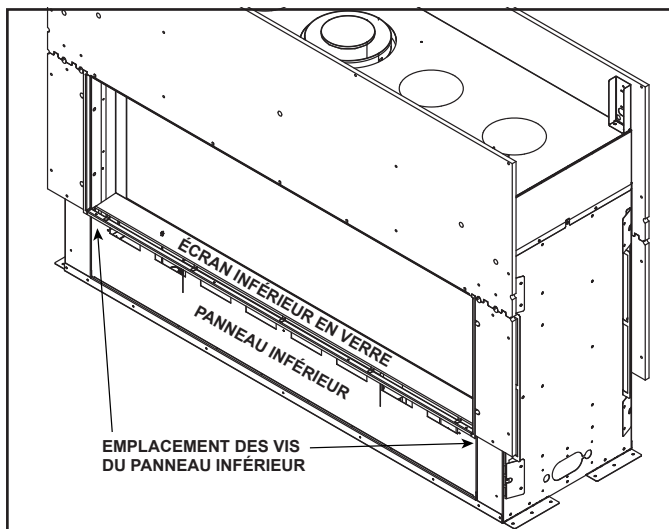

Figure 3.11 Emplacement du panneau inférieur
- Attendez cinq (5) minutes que les gaz potentiels se dissipent.
- Enlevez l'écran inférieur en verre de l'appareil, comme illustré à la Figure 3.11.